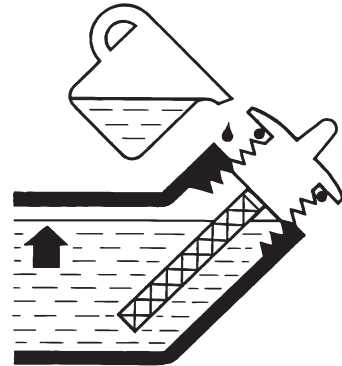

Figure 4: Niveau correct d'huile moteur
4. Ne remplissez pas trop, si le niveau d'huile est trop élevé, l'huile s'écoulera par le bouchon de remplissage. Voir le niveau d'huile correct dans la figure 4.
- Le moteur est rempli d'huile moteur (voir Figure 4: Niveau d'huile moteur correct à la page 61).